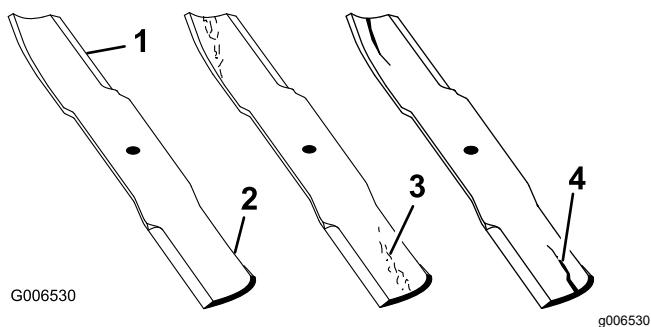

Рисунок 72
1. Осмотрите режущие кромки (Рисунок 72).
области немедленно замените нож (Рисунок 72).